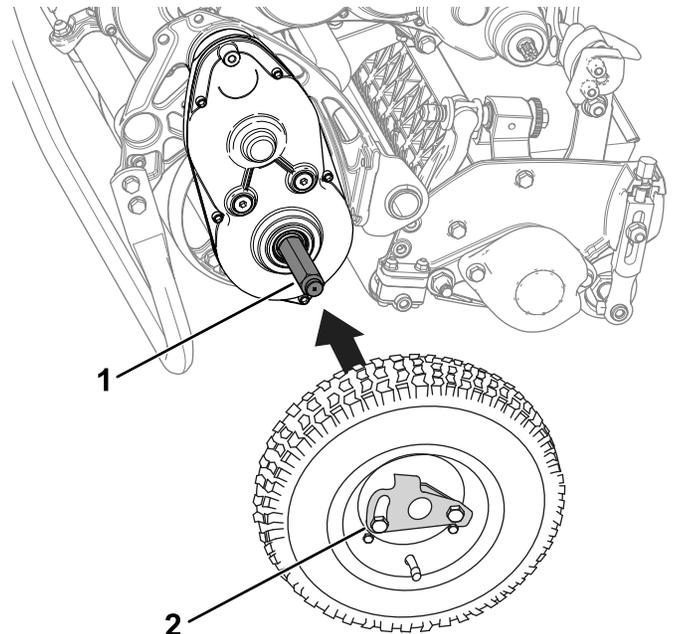

Figure 23
2. Glissez une roue sur un arbre (Figure 23).
3. Faites pivoter le clip de verrouillage (Figure 23) pour l'éloigner du centre de la roue et lui permettre de coulisser plus avant sur l'arbre.